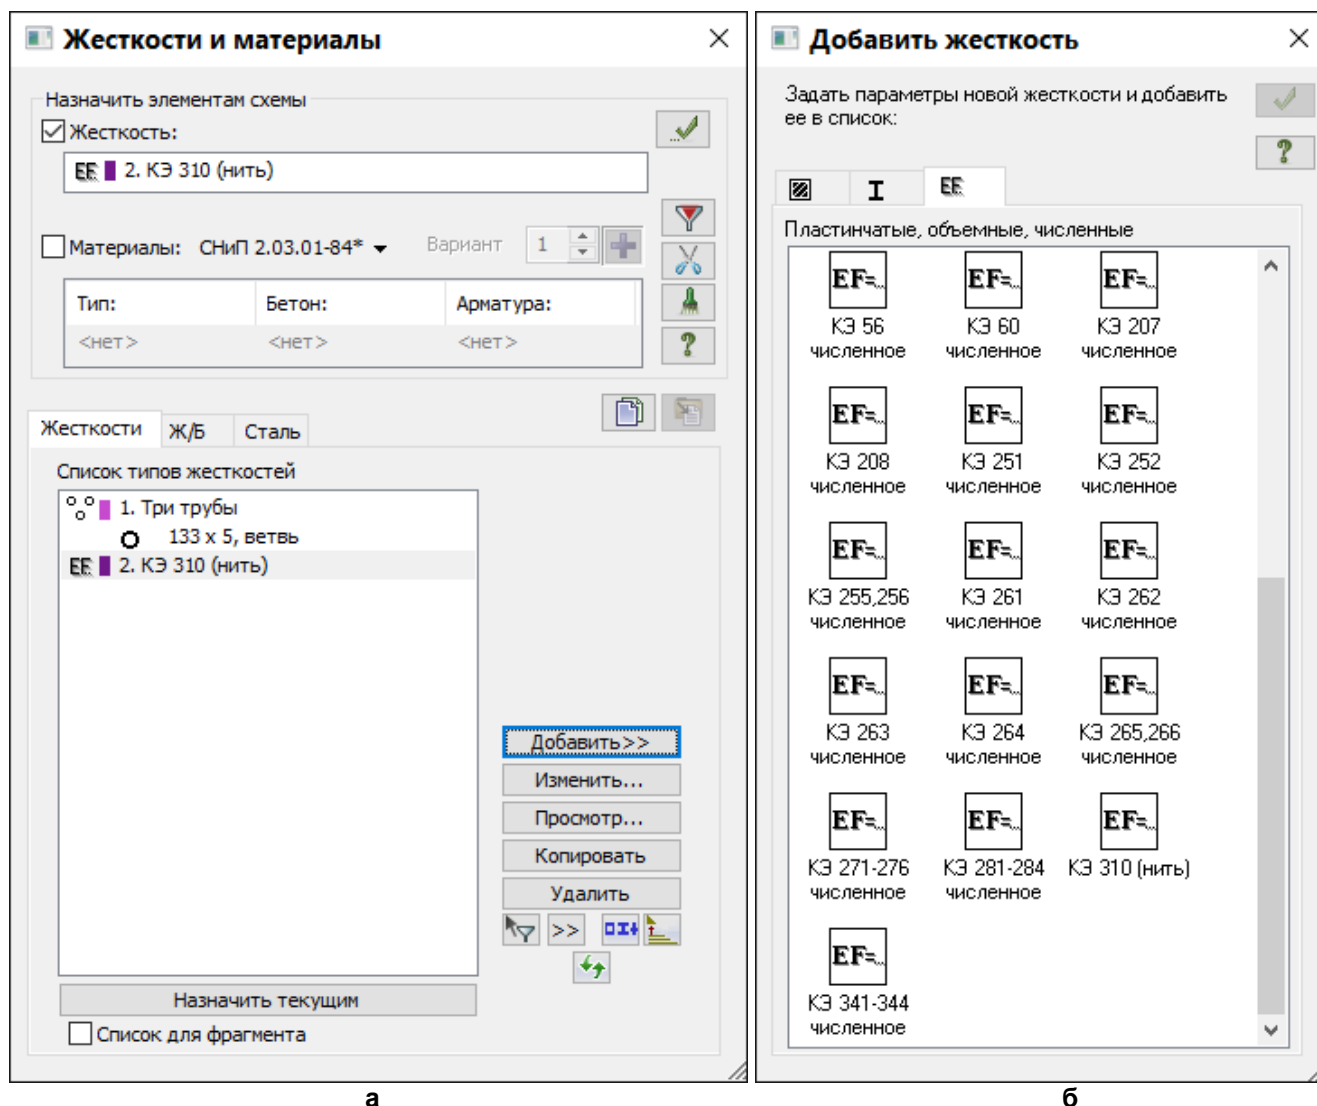

Рис.8.9. Диалоговые окна: а – Жесткости и материалы, б – Добавить жесткость
- Щелчком по кнопке  – **Жесткости и материалы элементов** (панель **Жесткости и связи** на вкладке **Создание и редактирование**) вызовите диалоговое окно **Жесткости и материалы** (рис.8.9,а).
- В этом окне щелкните по кнопке **Добавить** и в появившемся окне **Добавить жесткость** (библиотеке жесткостных характеристик) щелкните по второй закладке **База металлических сечений** (рис.8.9,б).